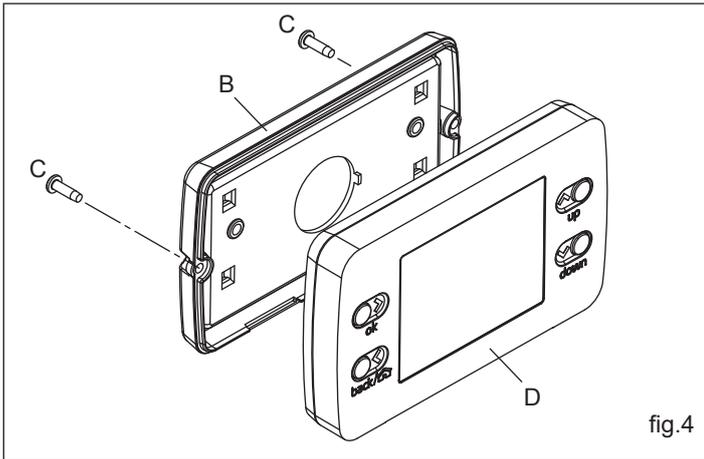

fig.4
- Far passare il cavo attraverso il guscio inferiore (B), fig. 4.